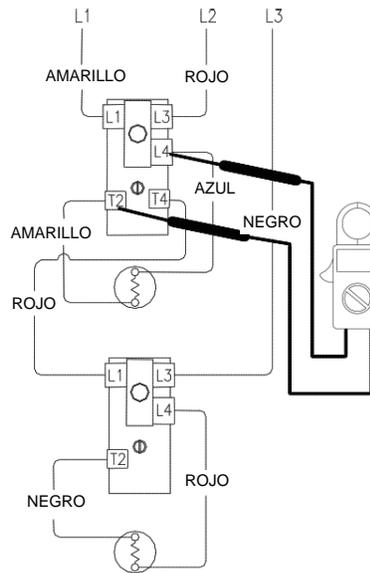

Figura 13
4. Compruebe los terminales L4 y T2 del termostato superior (consulte la figura 13).
4. Consulte la figura 13 arriba, compruebe el voltaje en los terminales L4 y T2 del termostato superior.
- 4. Compruebe los terminales L4 y T2 del termostato superior (consulte la figura 13 en la página 19).